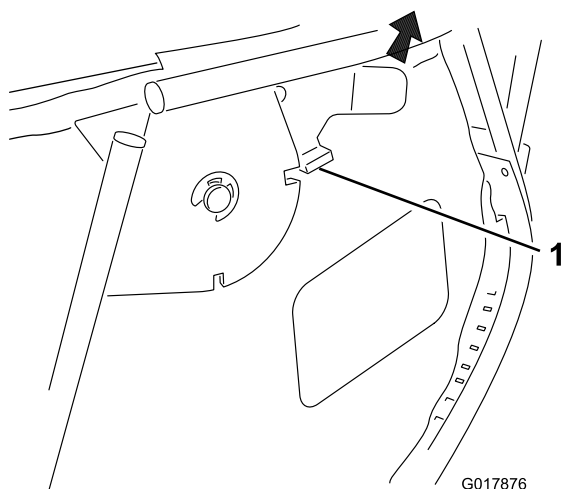

Figure 15
1. Ouvrez le verrou (Figure 15).